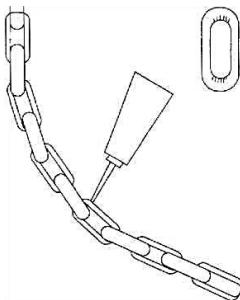

Abb.4.5
- Schmieren Sie jedes Glied der Kettenverbindung und der Lastrolle. Heben Sie die Kette nach der Schmierung ohne Last auf und ab, um die Schmierung gleichmäßig aufzutragen. (Abb.4.5)